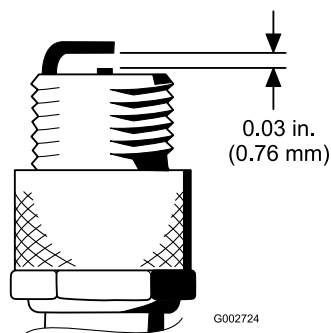

Figura 28
4. Impostate la distanza tra l'elettrodo centrale e l'elettrodo laterale a 0,76 mm; fate riferimento a Figura 28. Montate la candela alla giusta distanza con una guarnizione di tenuta e serratela a 23 N·m. In mancanza di una chiave torsiometrica, serrate a fondo il tappo.